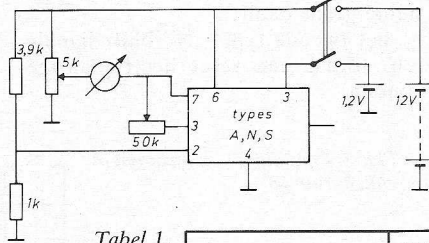

Fig. 2. Draagbare gasdetector.
Opm.: wordt er een cijferindicator voorbij de „9” „gedraaid” dan gaat de eersthogere verspringen. Alle indicatoren verspringen 2 cijfers per seconde. De tel-belet schakelaar (fig. 2) maakt nauwkeurig gelijkzetten mogelijk door tijdens deze handeling de teller te blokkeren. Hiertoe legt de schakelaar de wektijdinstelling aan V_{DD}. Deze ingang reageert op drie onderscheiden niveau's, welke overeenkomen met V_{SS}, 0 V en V_{DD}. In de stand wektijd instellen van de schakelaar wordt de ingang verbonden met V_{SS}. De klok geeft dan de ingestelde wektijd aan. De wektijd wordt op dezelfde manier veranderd als de kloktijd: met de uren- en de minuten-tientallen stelknop. Bij niet aangesloten ingang (middelste stand schakelaar) geven de indicatoren de kloktijd weer.
Als de wekker-bereid aansluiting d.m.v. de bijbehorende schakelaar (fig. 2) aan V_{SS} wordt gelegd, zal de wekkeruitgang een signaal afgeven bij de eerstvolgende maal dat klok- en wektijd samenvallen. Het weksignaal houdt aan, totdat de schakelaar weer wordt geopend (wekker-knop ingedrukt) of de doezel knop wordt ingedrukt. Daarmee kan men de wekker tijdelijk afzetten om nog een minuut of 10 voort te doezelen. Daarna treedt de wekker uit zichzelf opnieuw in werking, tenzij men intussen de wekkerknop heeft ingedrukt dan wel zichzelf (al of niet in het kader van de energiebesparing) nog een extra dutje heeft gegund door een tweede druk op de doezel-knop. De wekkerschakeling levert een 400 Hz-1200 Hz signaal dat iedere seconde wordt herhaald.
- Een vrij eenvoudige detector is in fig. 2 geschetst. Het betreft hier een draagbaar apparaatje, dat standaard is voorzien van de MXE 70812 detector, die gevoelig is voor gas en rook, ook bruikbaar in caravan en op de boot. Dit model is voorzien van een meetinstrument, dat de gasconcentratie aantoont. In tabel 2 zijn de eigenschappen samengevat. Wordt het kastje aan de muur gespiekerd, dan kan deze uitvoering worden voorzien van een alarmeringscircuit.